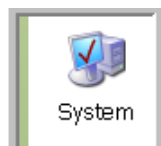

FIG. 194
2. Dubbelklik op het pictogram Systeem (FIG. 194).